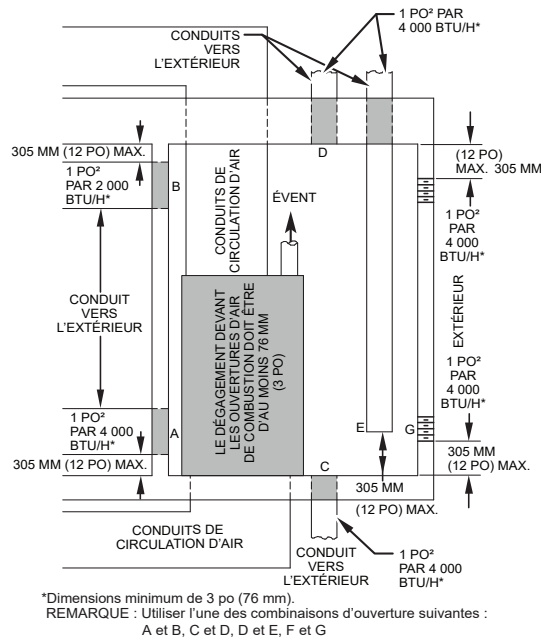

Fig. 6 – Air de combustion, de ventilation et de dilution vers l'extérieur L12F012FR
2. La Fig. 6 illustre comment installer DEUX OUVERTURES VERS L'EXTÉRIEUR, une ouverture d'entrée et une de sortie d'air de combustion et de ventilation, donnant sur l'extérieur.
- b. Respectez les dimensions des ouvertures et des conduits indiquées à la Fig. 6 et au Tableau 4.
- c. DEUX CONDUITS HORIZONTAUX nécessitent 645 mm² (1 po²) d'espace libre par tranche de puissance d'entrée de 2 000 BTU/h (1 100 mm²/kW) pour tous les appareils à gaz situés dans l'espace considéré, conformément à la Fig. 6 et au Tableau 4.
- d. DEUX OUVERTURES OU CONDUITS VERTICAUX nécessitent 645 mm² (1 po²) d'espace libre par tranche de puissance d'entrée de 4 000 BTU/h (550 mm²/kW) pour tous les appareils à gaz situés dans l'espace considéré, conformément à la Fig. 6 et au Tableau 4.
- a. 645 mm² (1 po²) d'espace libre par tranche de puissance combinée de 3 000 BTU/h (734 mm²/kW) pour tous les appareils à gaz situés dans l'espace considéré, conformément à la Fig. 6 et au Tableau 4.